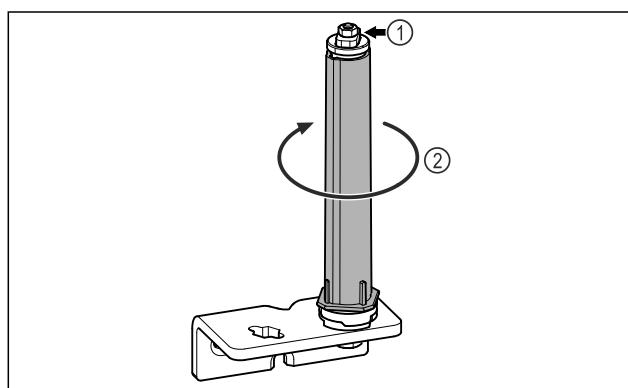

Fig. 21
- ▶ Nerozoberajte systém zatvárania dverí Fig. 21 (1).
- Otáčajte systém zatvárania Fig. 21 (2), kým nezavkne.